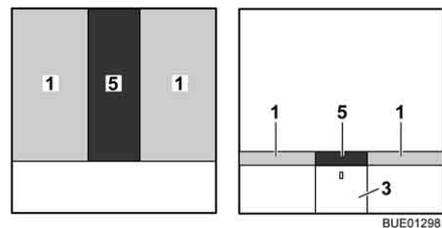

Fig. 117 Dopo la trasformazione
- Posizionare il cuscino aggiuntivo (Fig. 117,5) tra i materassi (Fig. 117,1).